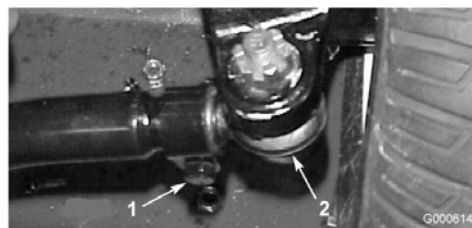

Figura 48
2. Para ajustar, retire la chaveta y la tuerca de cualquiera de las articulaciones esféricas de la biela (Figura 48). Retire la articulación esférica de la biela del soporte del eje.
3. Afloje las abrazaderas en ambos extremos de las bielas (Figura 48).
4. Gire la articulación esférica retirada hacia dentro o hacia fuera una (1) revolución completa. Apriete la abrazadera en el extremo suelto de la biela.
5. Gire el conjunto completo de la biela en el mismo sentido (hacia dentro o hacia fuera) una (1) revolución completa. Apriete la abrazadera en el extremo conectado de la biela.